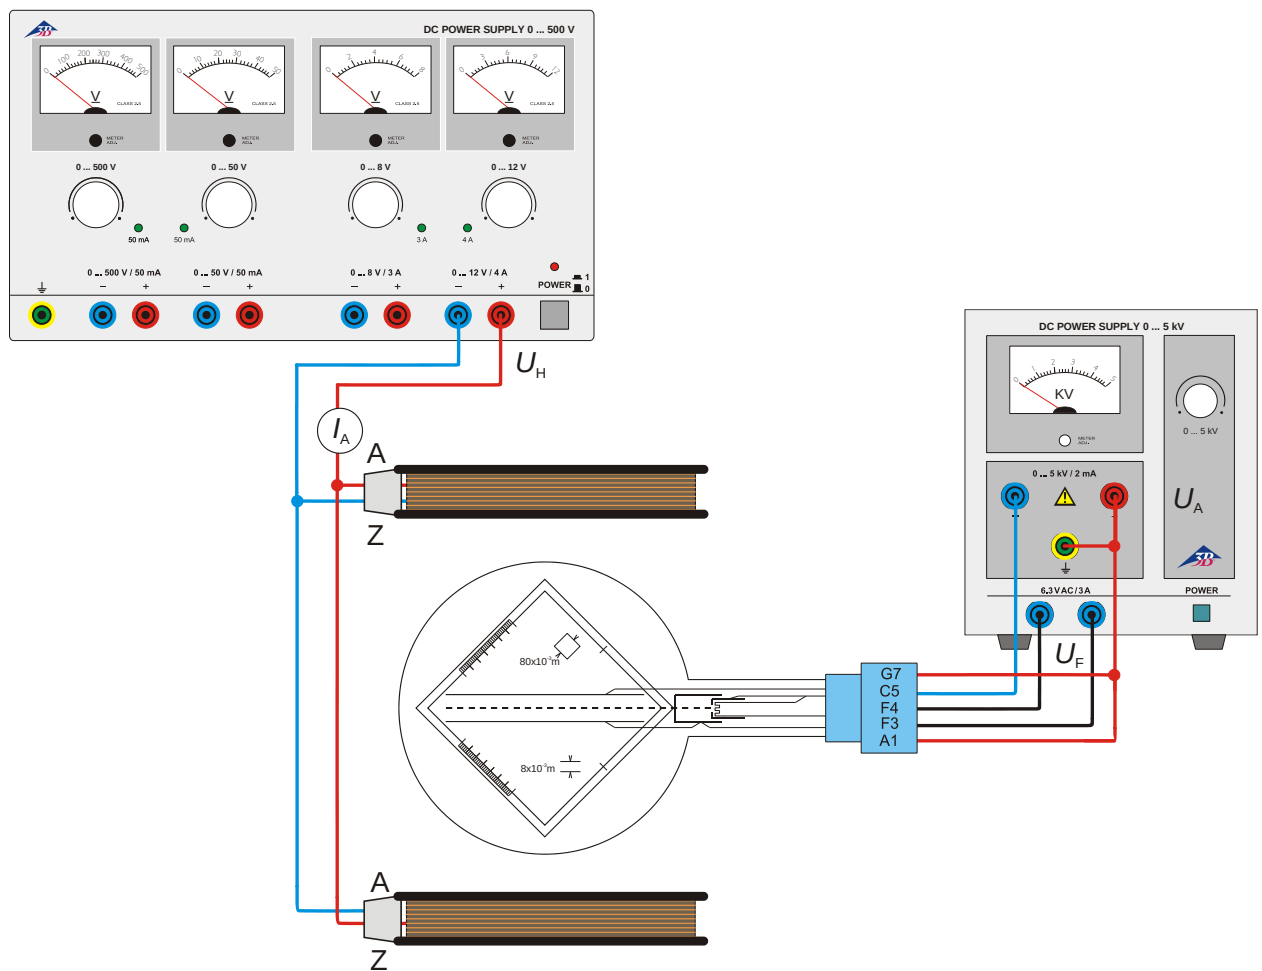

Fig. 2 Magnetische Ablenkung
- Versuchsaufbau gemäß Fig. 2.